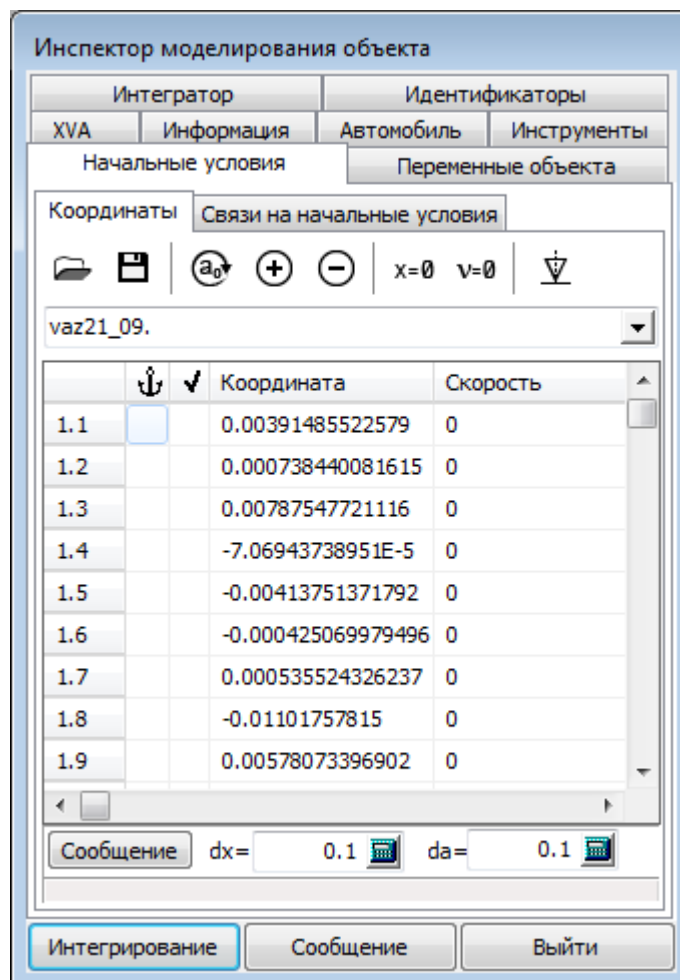

Рис. 1.2. Начальные условия для модели ВАЗ 2109
10. Обнулите скорости кнопкой , см. рис. 1.2